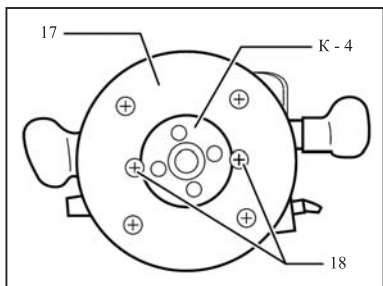

рис. 12
- для установки копирующей втулки, выкрутите винты **18** (рис.12) на основании фрезера **17** (рис.12), вставьте втулку выступом вниз и закрепите винты.